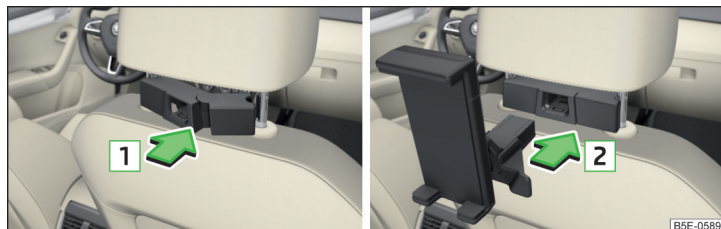

Fig. 121 Introducir: Adaptador / soporte
- ▶ Para **introducir**, colocar adelante el adaptador abierto en las barras-guía del reposacabezas y encajar en el sentido de la flecha **1** » fig. 121 » !.